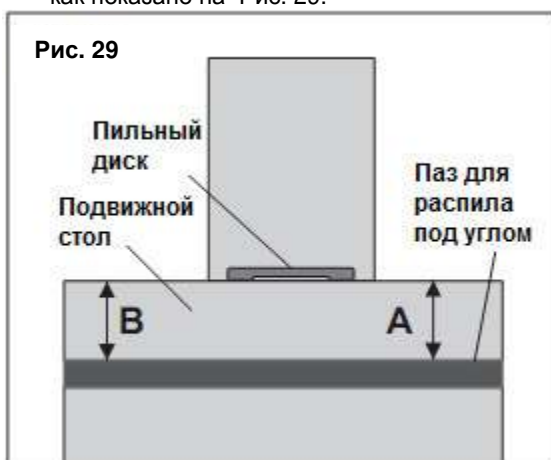

Рис. 29
4. Переместите каретку полностью в один конец, используя прецизионную линейку, измерьте зазор между краем каретки и отметкой на диске, как показано на Рис. 29.